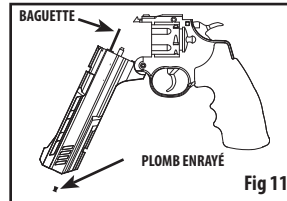

Fig 11
- Insérez le bout pointu de la baguette de nettoyage (non incluse) dans le canon (Figure 11).